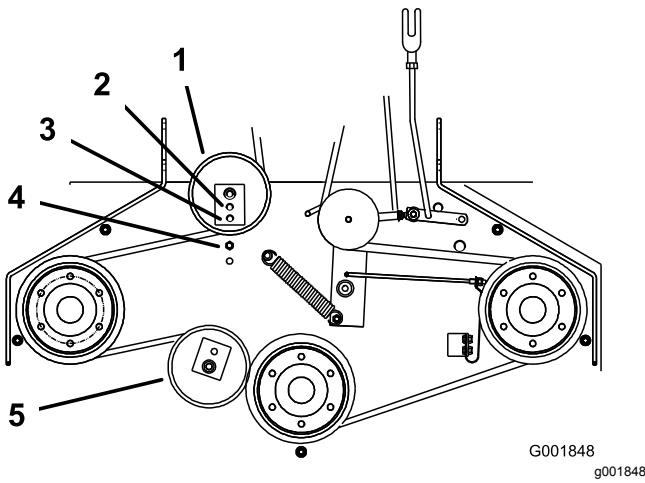

Bild 47
6. Wenn die Spannschraube nicht weiter eingestellt werden kann und der Riemen noch lose ist, müssen Sie die hintere Spannscheibe in das mittlere oder vordere Loch versetzen (Bild 47). Verwenden Sie das Loch, mit dem Sie die richtige Einstellung erhalten.
7. Wenn die Spannscheibe versetzt wird, muss die Riemenführung versetzt werden. Versetzen Sie Riemenführung in die vordere Stellung (Bild 47).